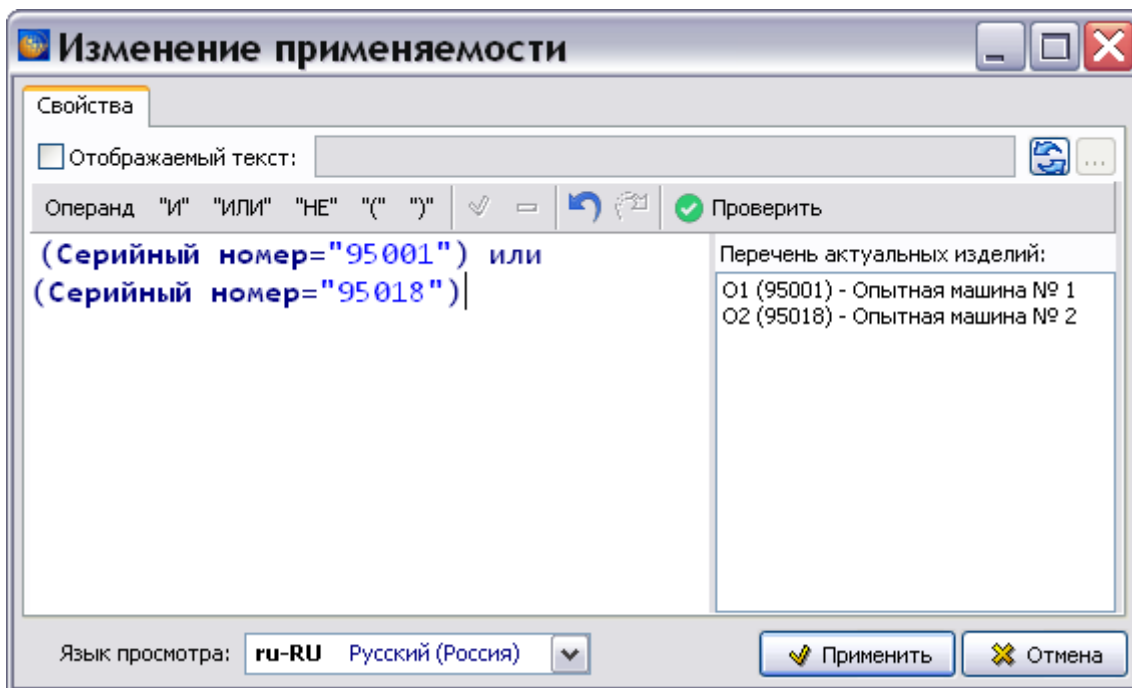

Рис. 22.99
4. Нажмите на кнопку **Заменить...** или в меню **Обработка** (или в контекстном меню) выберите пункт **Заменить ...**. При этом появится окно **Изменение применяемости** (Рис. 22.99).